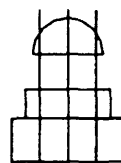

Рис. 2.8
- ◆ направление отступа — вправо и влево от осевой линии (рис. 2.8).